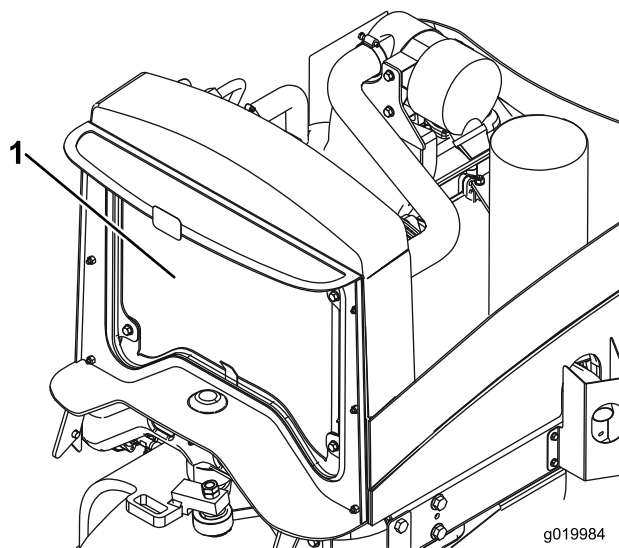

Figura 54
4. Limpie a fondo ambos lados del radiador y la zona del enfriador de aceite con agua o aire comprimido (Figura 54).